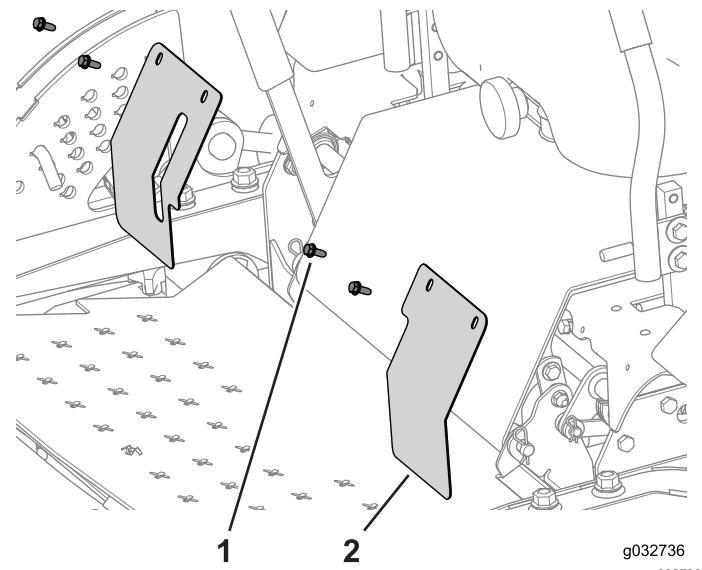

Рисунок 128
3. Прикрепите плоские крышки к машине с помощью болтов ( $\frac{1}{4} \times \frac{5}{8}$  дюйма) (Рисунок 128).